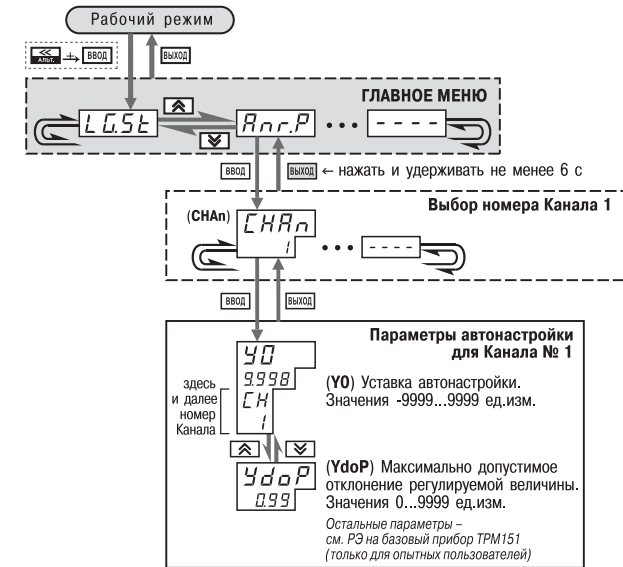

Рис. 51. Схема задания параметров Автонастройки с помощью кнопок на лицевой панели прибора
2. Установите в Конфигураторе (или с лицевой панели прибора, см. рис. 51) значения параметров автонастройки **Y0** и **YdoP** для выбранного Канала регулирования.